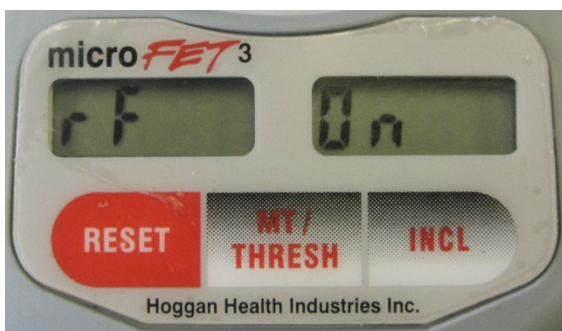

Bild 9. Inställning av trådlöst läge
- Håll MT/THRESH-knappen (knappen för muskeltestning/tröskelvärde) intryckt i tio (10) sekunder för att aktivera det trådlösa läget.
- Apparaten växlar till läge för angivande av måttenhet för kraft efter fem (5) sekunder. Fortsätt att hålla MT/THRESH-knappen (knappen för muskeltestning/tröskelvärde) intryckt tills vänster display visar "rF", som är menyn för inställning av trådlöst läge (se bild 9).